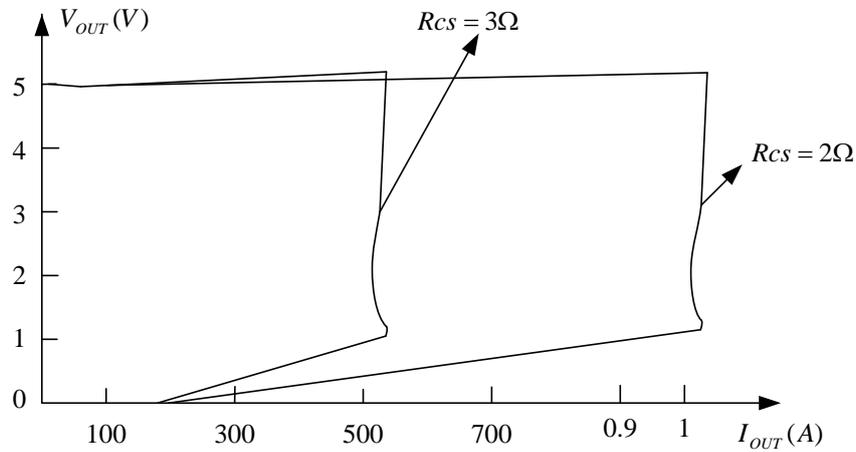

图 8 输出功率可通过  $R_{cs}$  来调节
由式 (5) 可以看出在变压器确定的情况下，恒流点和最大输出功率能够通过 CS 脚上的外部电流检测电阻  $R_{cs}$  外部调节，通过恒流点的改变可以调节输出功率。 $R_{cs}$  越大，恒流点越小，则输出功率越小，反之亦然，如图 8 所示。